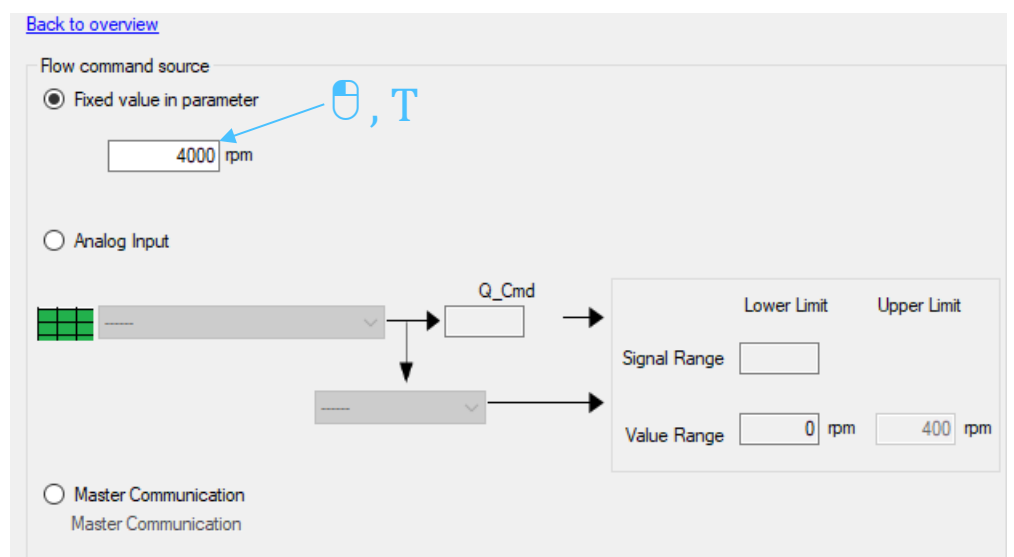

Abb. 27: Volumenstromsollwert fest eingestellt 2/2
2. Tragen Sie in das Feld unter „Fixed value in parameter“ den gewünschten Volumenstromsollwert ein (siehe Abb. 27: Volumenstromsollwert fest eingestellt 2/2).